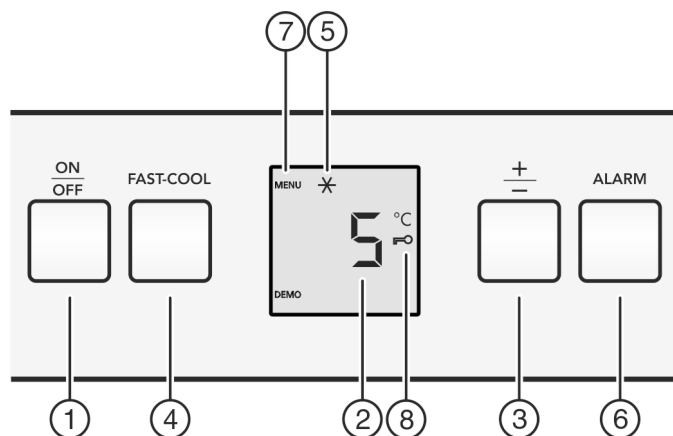

Fig. 2
- ▶ Taste On/Off *Fig. 2 (1)* drücken.
- ▶ Taste Fast-Cool *Fig. 2 (4)* ca. 5 Sekunden drücken.
- ▷ In der Anzeige wird das Symbol Menu *Fig. 2 (7)* angezeigt.
- ▶ Mit der Taste Fast-Cool *Fig. 2 (4)* kurz bestätigen.
- ▷ Das Symbol Kindersicherung *Fig. 2 (8)* leuchtet in der Anzeige.
- ▶ Die Taste On/Off *Fig. 2 (1)* kurz drücken.
- ▶ Taste Alarm *Fig. 2 (6)* drücken.
- ▶ Temperaturfunktion aufrufen: Die Einstelltaste „+/-“ *Fig. 2 (3)* drücken.
- ▶ Temperatur in 1 °C -Schritten ändern: Einstelltaste „+/-“ *Fig. 2 (3)* so oft drücken, bis die gewünschte Temperatur in der Temperaturanzeige leuchtet.
- ▶ Taste Fast-Cool *Fig. 2 (4)* kurz drücken.
- ▷ Das Symbol Fast-Cool *Fig. 2 (5)* leuchtet in der Anzeige.
- ▶ Taste Fast-Cool Fig. 2 (4) kurz drücken.
- ▷ Das Symbol Fast-Cool Fig. 2 (5) erlischt in der Anzeige.